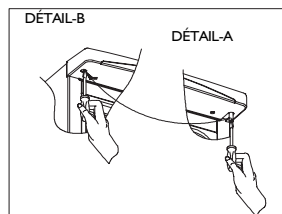

Fig. 6
4. Dévissez la cheville située à droite (Fig. 6/Détail-A) et vissez-la à gauche (Fig. 6/Détail-B)